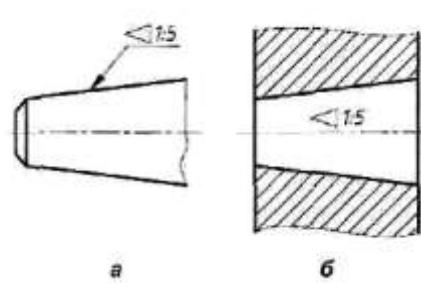

Рис. 1.15
19) \searrow - уклон (рис. 1.15).